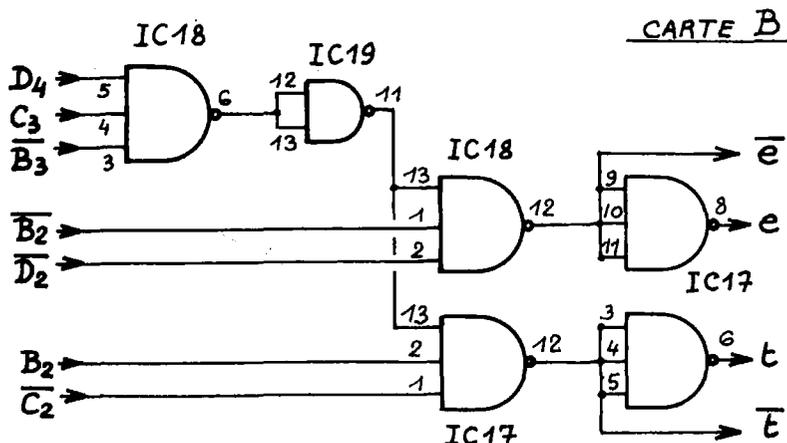
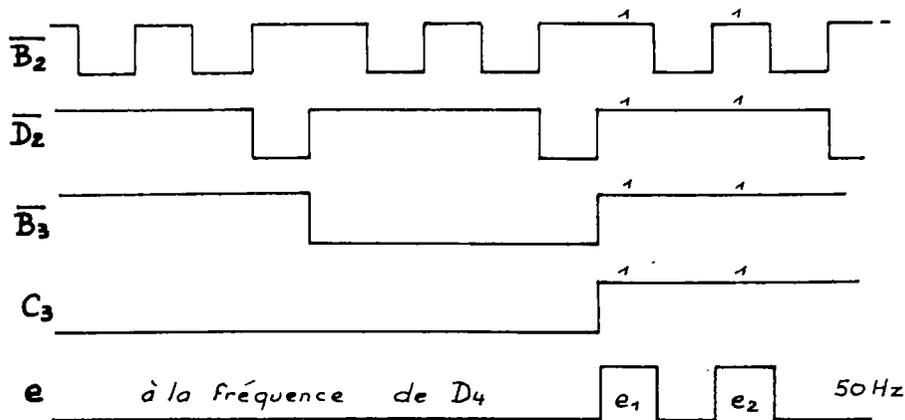
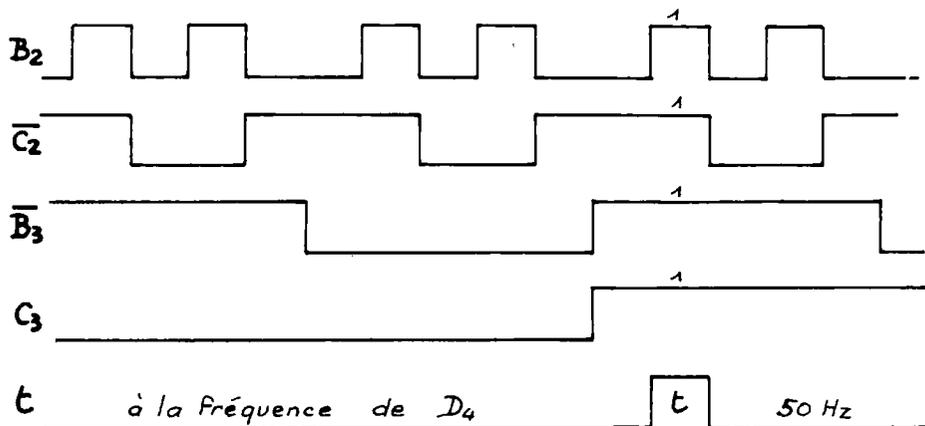

Fig. 19. - Réalisation de « e » et « t ».
Fig. 20. - Réalisation de  $e_1$  et  $e_2$ .
Fig. 21. - Réalisation de  $t$ .
- **Créneaux  $e$  et  $t$ ,** ces durées sont obtenues par mélanges dans des portes NANDS. (voir fig. 19). L'équation donnant  $e$  est :
Comme le montre fort bien la figure 20,  $e = 1$  lorsque ces 5 paramètres valent simultanément 1 ( $D_4$  n'est pas représenté à cause de l'échelle des temps).
La figure 21 donne le détail de l'opération. En comparant la figure 20 et la figure 21, on constatera que  $t$  s'intercale bien entre  $e_1$  et  $e_2$ . Les signaux  $e$  et  $t$  sont aussi inversés en  $\bar{e}$  et  $\bar{t}$  (fig. 19).